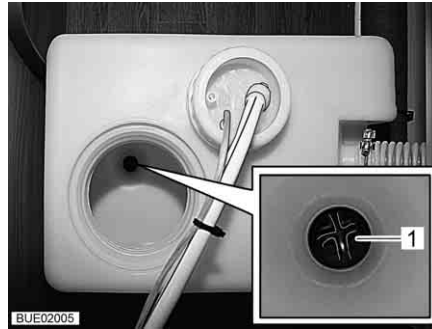

Bild 189 Vattentank (25 l)
- Öppna förslutningen (Bild 189,1) på tankens botten med en stjärnskruvmejsel.